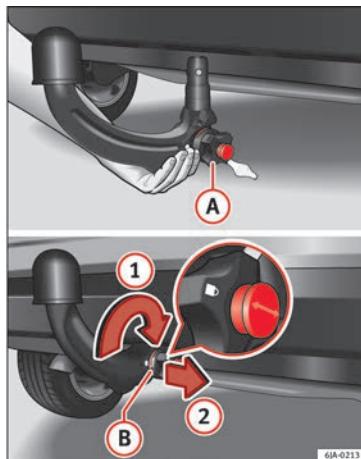

Bild 198 Placera staget med kulan/låsa och dra ut nyckeln
- Håll staget med kulan underifrån » bild 198 och för in det i spännhylsan så långt det går tills du hör att det klickar fast » ⚠.